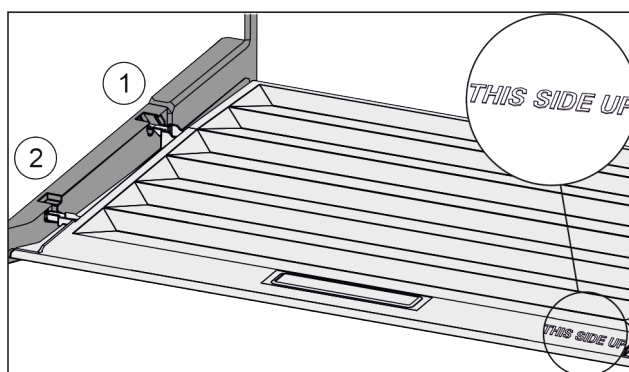

Fig. 125
- ▶ Skyv inn dekseltrinn via åpningen til bakre holder Fig. 125 (1) og klikk dem på plass i fremre holder Fig. 125 (2).